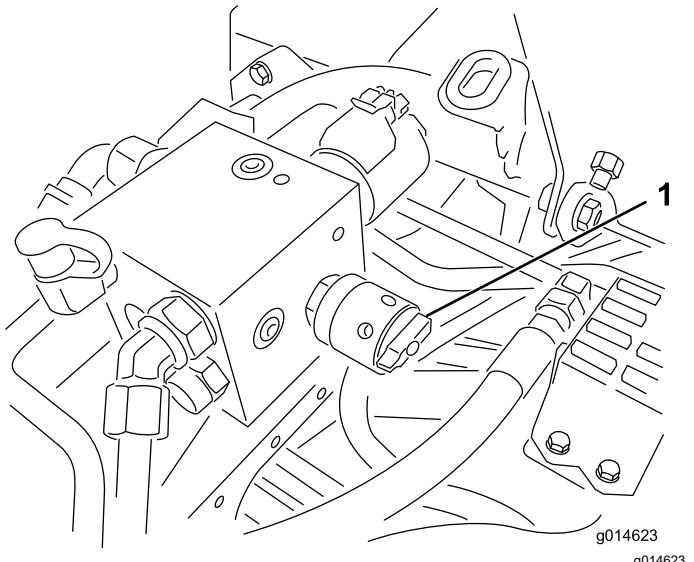

Рисунок 54
6. Поверните регулятор частоты вращения барабана в положение 1 (Рисунок 54).
4. Настройте частоту вращения барабана, повернув регулятор (Рисунок 54) так, чтобы стрелки указателя совместились с номером, который вы определили при выполнении пункта 3.